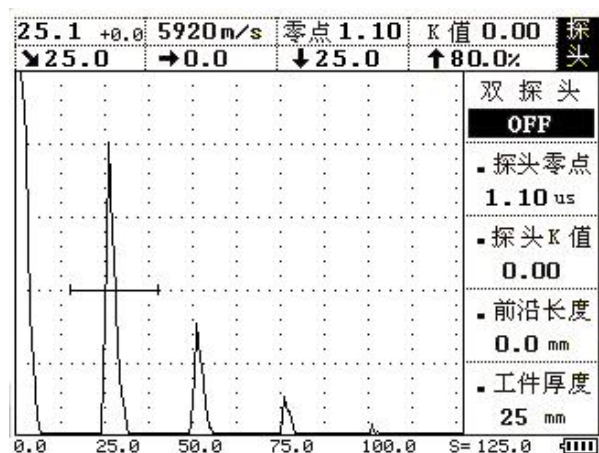

图 4-3
- 4、设置 a 闸门锁定第一个回波。按 **自动增益** 键让其最高回波达到屏幕的 80%。在屏幕的左上角显示声程值,如这一数值不等于 25mm,按 **探头** 菜单,,再按 **▲** (上)或 **▼** (下)键调整到工件厚度子菜单,再用 **▶** (左)或 **◀** (右)键将厚度调整为 25.0mm。再按 **▲** (上)或 **▼** (下)键调整到探头零点子菜单。再用 **▶** (左)或 **◀** (右)键调整,直到使数值等于 25mm。此时的探头零点即为校准后的零点。如图 4-3 所示。